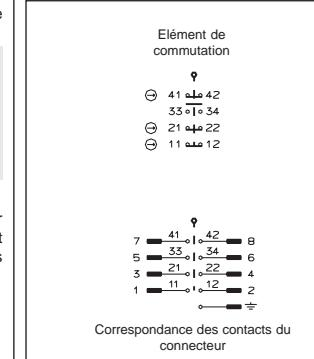

Fig. 5: Élément de commutation avec fonctions de commutation et brochage du connecteur
- Correspondance des contacts, voir la fig. 5.
- Correspondance des broches, voir la fig. 5.
- Cablaggio dei contatti: vedere fig. 5.